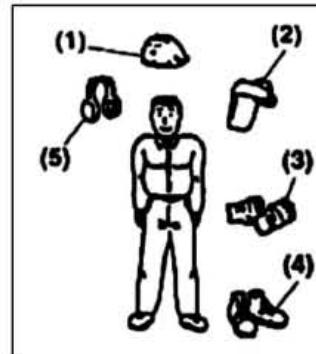

Рис.1
- Носите прочную рабочую одежду с длинными рукавами, прочные тонкие перчатки, прочную нескользящую рабочую обувь, защитную каску и щиток (см.рис.1).